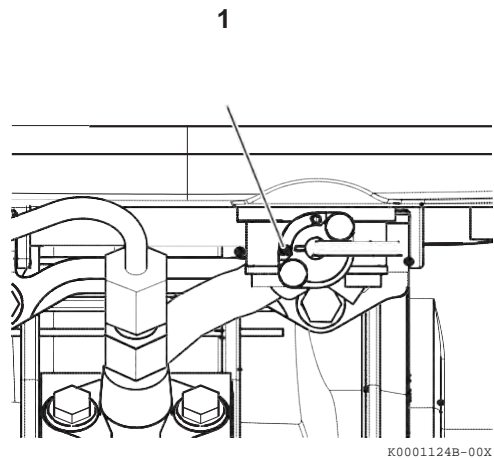

Figura 22
1. Spostare la leva del rubinetto del carburante alla posizione chiusa (**Figura 22, (1)**).